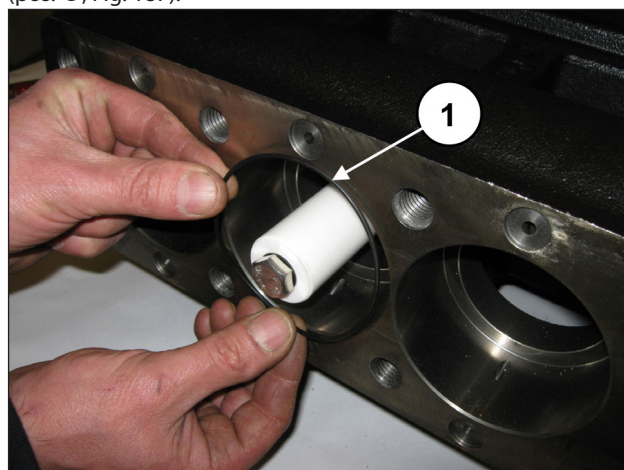
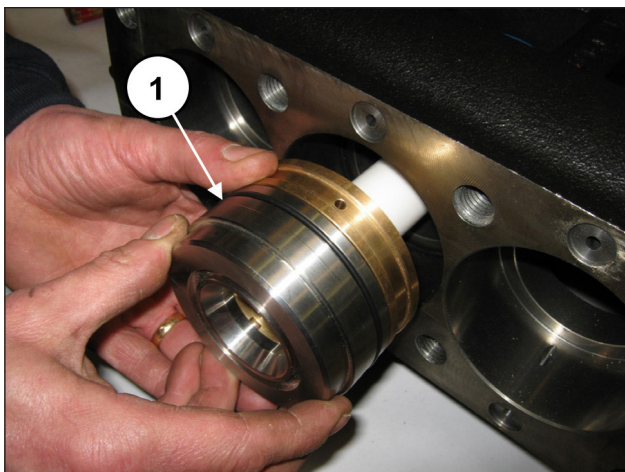

Fig. 186
Fig. 187
Insira o O-ring dentro do cárter da bomba (pos. ①, Fig. 186) e em seguida o bloco da camisa + suporte das juntas (dotado do mesmo O-ring) anteriormente montado até o batente (pos. ①, Fig. 187).